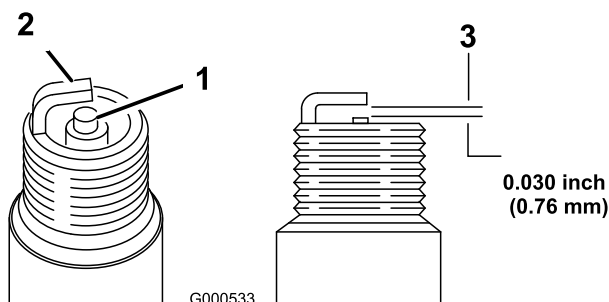

Figura 45
1. Controllate il centro delle candele (Figura 45).
2. Controllate la distanza tra gli elettrodi centrali e laterali (Figura 45), e piegate l'elettrodo laterale se la distanza non è corretta.